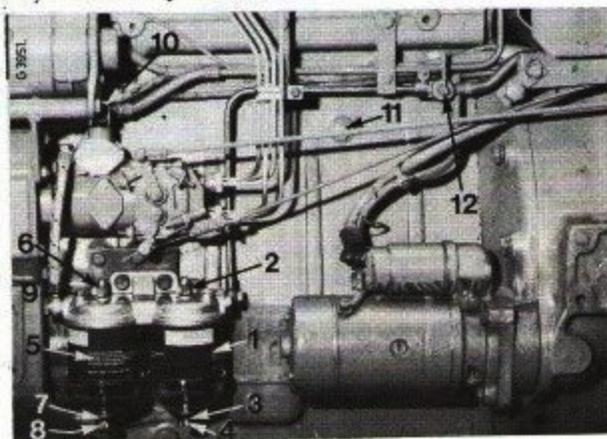

Fig. 59
Légendes de la Fig. 59 :
Changez le filtre primaire (1) Fig. 59 toutes les 750 heures de travail et le filtre secondaire (3) toutes les 2000 heures de travail ou plus fréquemment si vous constatez une perte de puissance.
Filtre secondaire (5) Fig. 59
Effectuez le plein du réservoir à combustible et ouvrez le robinet d'arrêt (12) Fig. 59 ou 62.